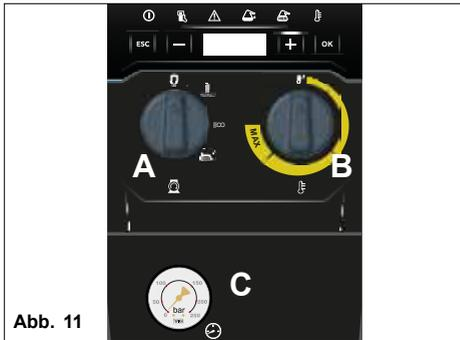

Abb. 11
N.B. Um die Anzeigen der rückzusetzen, muss der Hauptschalter "A" auf "0", und dann auf "I" gedreht werden (Abb. 11).